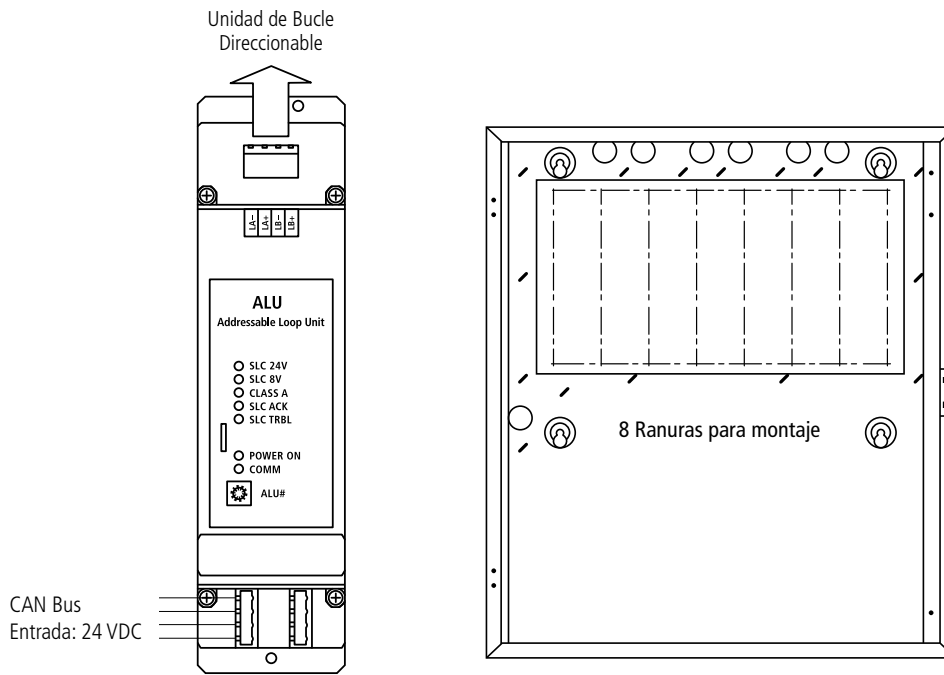

Figura 1
- 2) Monte la ALU FW327 en la caja posterior del FACP FW106 utilizando dos tornillos #4-40 suministrados, véase la Figura 1. Hay 8 ranuras idénticas para la instalación en la caja posterior. Son compartidas por el FW337 NOU, el FW347 ROU, el FW357 XNU, (ver figura 1)